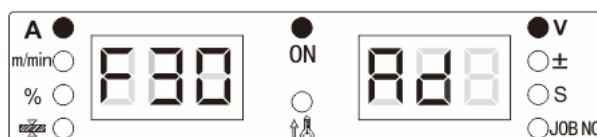

Рисунок 3-30. Отображение информации о модели сварочного аппарата на цифровых дисплеях
4. На цифровом дисплее появится информация о модели сварочного аппарата (см. Рисунок 3-30).